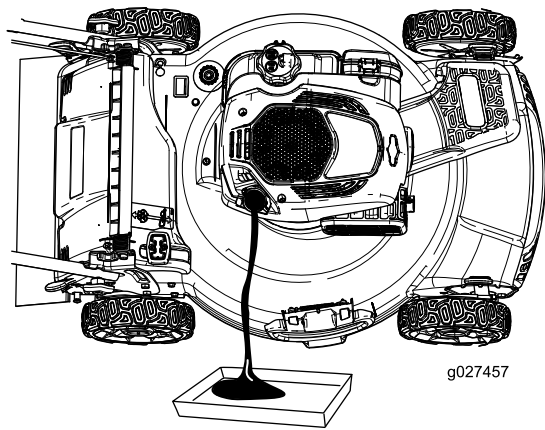

Figura 27
4. Ponga la máquina de lado (de modo que el filtro de aire quede hacia arriba) para drenar el aceite usado a través del tubo de llenado de aceite (Figura 27).